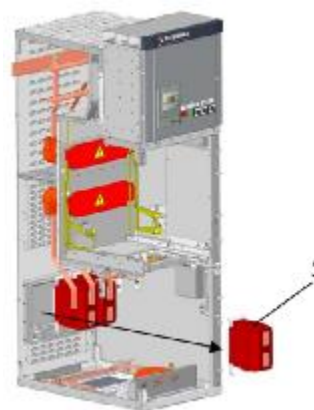

Рис. 34 Порядок демонтажа измерительных трансформаторов тока
5.2 В случае необходимости замены измерительных трансформаторов тока последовательность действий при демонтаже согласно рис. 34.